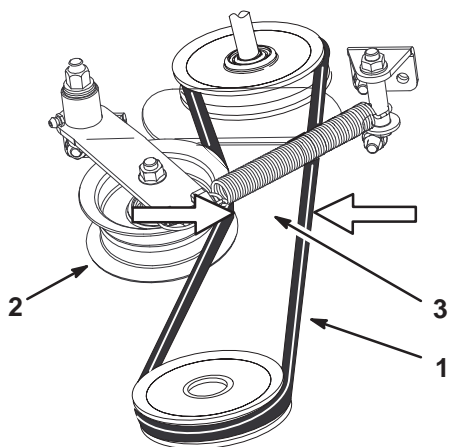

Figura 14
1. Quando la cinghia dell'insaccatrice è tesa, misurate la distanza come illustrato nella Figura 14 alla puleggia tenditrice (Fig. 14). La distanza deve risultare tra 44,5 e 54 mm; diversamente procedete alla voce seguente.